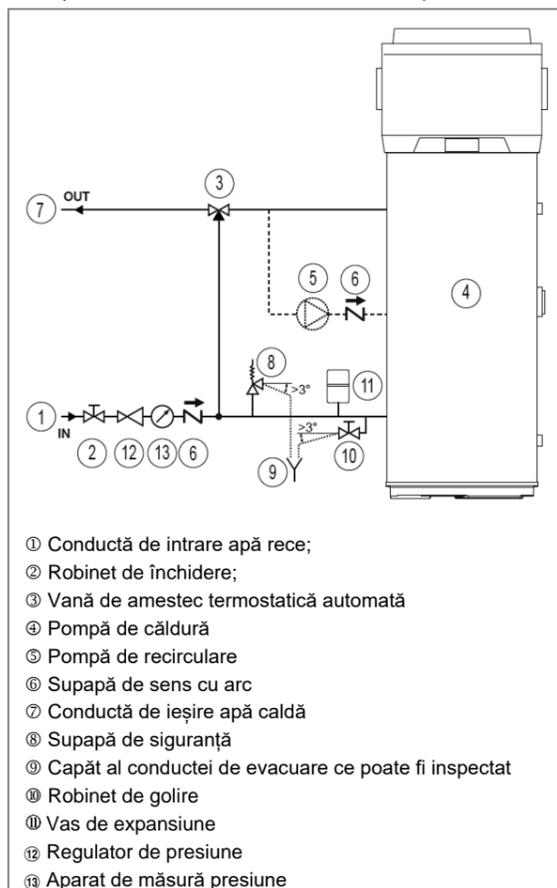

Fig. 8 – Exemplu de sistem de alimentare cu apă
În următoarea ilustrație (Fig. 8) este prezentat un exemplu de racordare la alimentarea cu apă.
N.B. Furtunul de evacuare conectat la echipamentul de protecție la suprapresiune trebuie instalat cu o pantă descendentă continuă (pantă > 3°) și într-o zonă protejată împotriva formării de gheață (Fig. 8)
AVERTISMENT! Pompa de căldură pentru prepararea apei calde menajere poate încălzi apa la peste 60°C. Din acest motiv, ca protecție împotriva arsurilor, pe conducta de apă caldă este necesară montarea unei vane de amestec termostatic automate (Fig. 8).